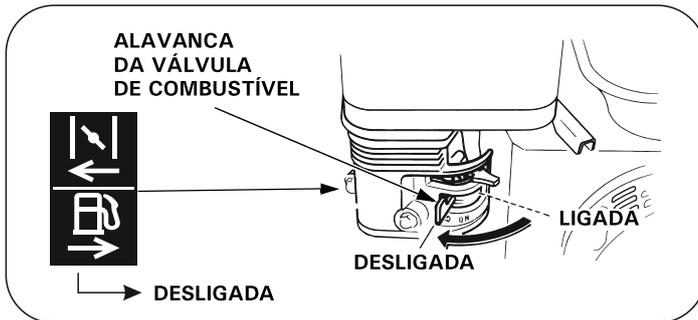

FIG. 10
4. Coloque a alavanca da válvula de combustível na posição DESLIGADA. (FIG.10)